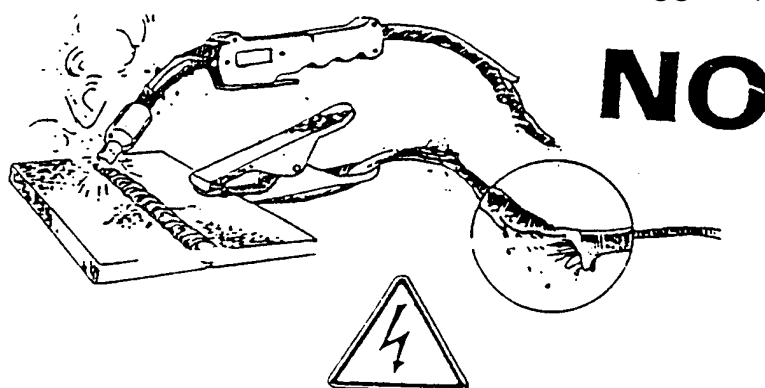

FIG.8
- non utilizzate cavi di alimentazione o di saldatura danneggiati (Fig.8);